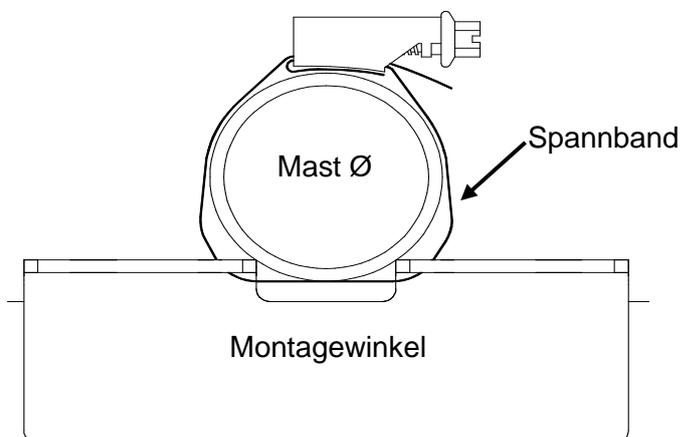

Abbildung 9:
3. Das freie Ende der vorbereiteten Schelle um den Mast und Montagewinkel legen und einschrauben (siehe **Abbildung 9**).